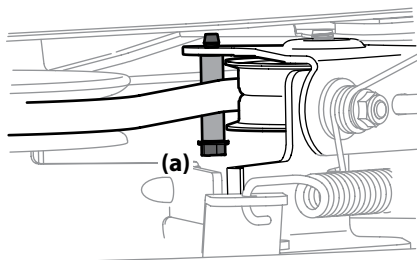

Figura 4-13
6. Extraiga el guardacorrea (plataformas de 30" solamente) extrayendo el perno hexagonal (a) que la sujeta. Consulte la Figura 4-13.